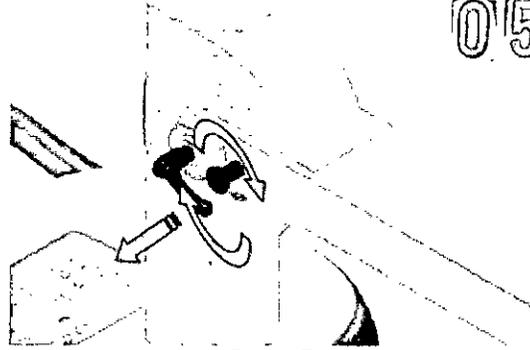

Figura 7
Tirar del pomo de seguridad y girarlo hasta extraerlo (Figura 7).
- 1. Tirar del pomo de seguridad y girarlo hasta extraerlo (Figura 7).